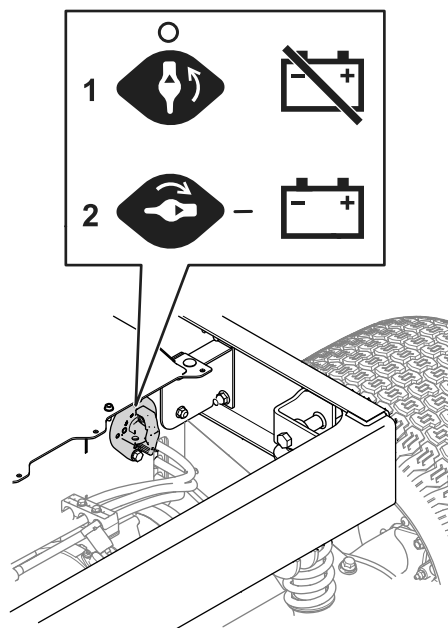

Figura 36
3. Mueva el interruptor de desconexión de las baterías a la posición deseada, como se muestra en la Figura 36.